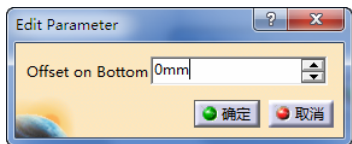

图 3-77 定义零件余量 (5)
● 定义零件余量 (5)。双击“Pocketing.1”对话框中的“Offset on bottom”标志，弹出“Edit Parameter”对话框，可设置余量大小为“0mm”，如图 3-77 所示。